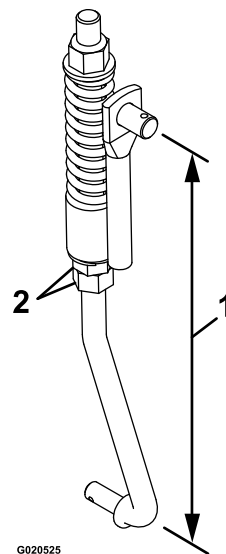

Figura 49
8. Ajuste la longitud del acoplamiento con las 2 tuercas situadas en la parte inferior del conjunto de muelle vertical (Figura 49).